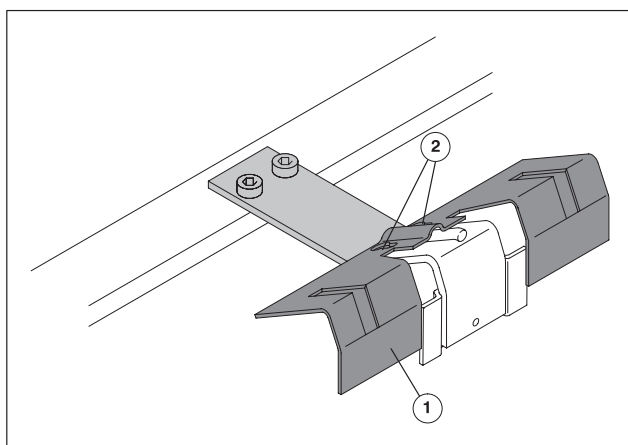

Рис. 4 Задний упор листов, малый формат
При длине листов менее 280 мм нужно на приемке при ширине формата менее 210 мм снять упорную планку (Рис. 4/①) с заднего упора листов.
- ① Ослабить винты (Рис. 4/②) ключом и вынуть упорную планку (Рис. 4/①).
- ② Снова затянуть винты (Рис. 4/②).